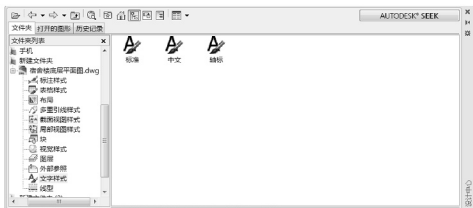

图 3.130 显示底层平面图中的文字样式
(7) 双击【文字样式】选项,将出现图3.130所示的3种文字样式,即“宿舍楼底层平面图.dwg”中所包含的所有文字样式。
(8) 用框选的方法选中所有的文字样式并将其拖动到当前图形中,结果新图形文件自动创建了所选择的文字样式。